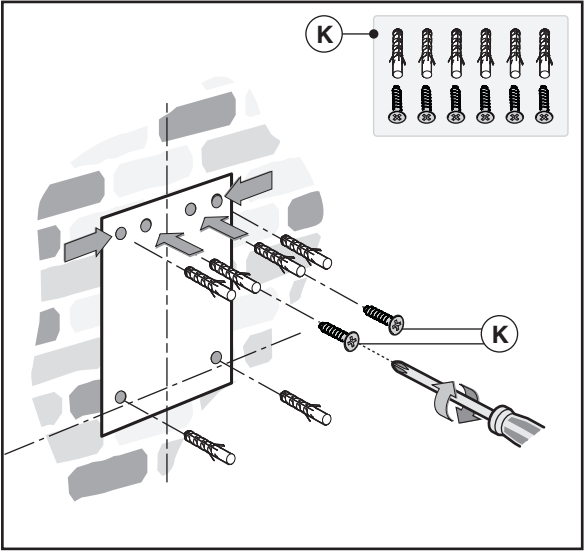

Fig.5
- Segnare ed eseguire i fori di fissaggio (Fig.5).
- Fissare le 2 viti superiori **K** senza avvitare completamente e tasselli ad espansione (Fig.5).